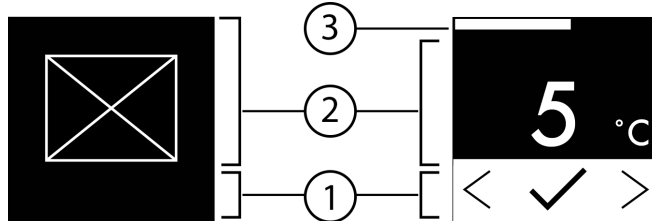

Fig. 6
- ▷ Статус: активовано *Fig. 6 (1)* з'являється скоро в підменю *()*.